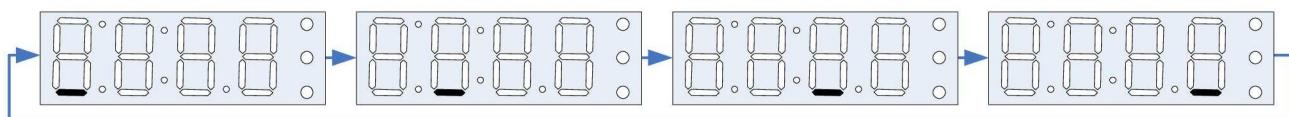

Рис. 15
2.3.9 В режиме «Ожидания СОД» нижние сегменты всех разрядов индикатора поочерёдно периодически засвечиваются, как показано на Рис. 15.